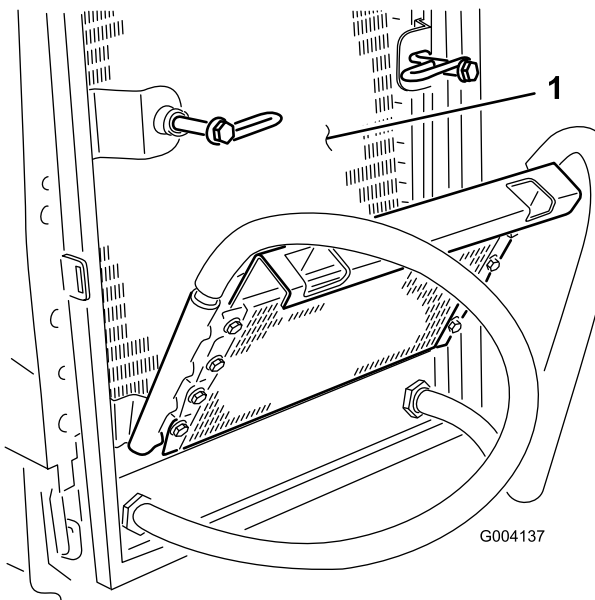

Рисунок 74
6. Тщательно очистите обе стороны маслоохладителя и радиатора (Рисунок 74) сжатым воздухом.